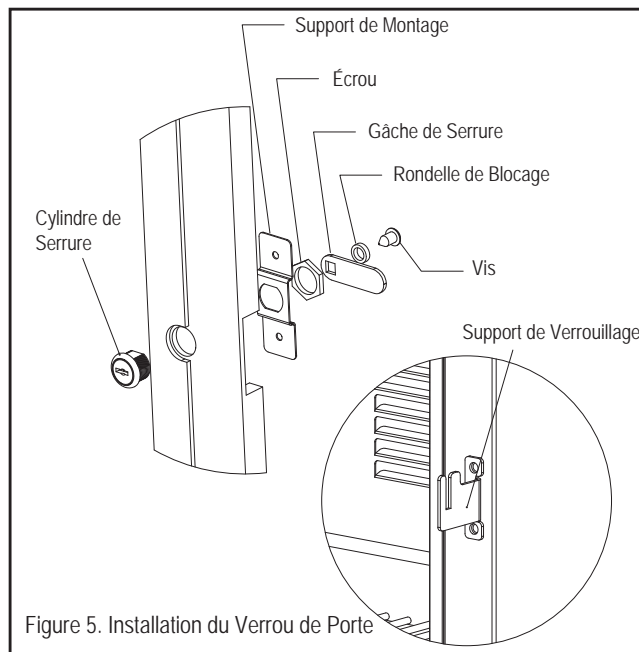

Figure 5. Installation du Verrou de Porte
1. Voir la Figure 5. Fixez le support de montage au revêtement en bois.